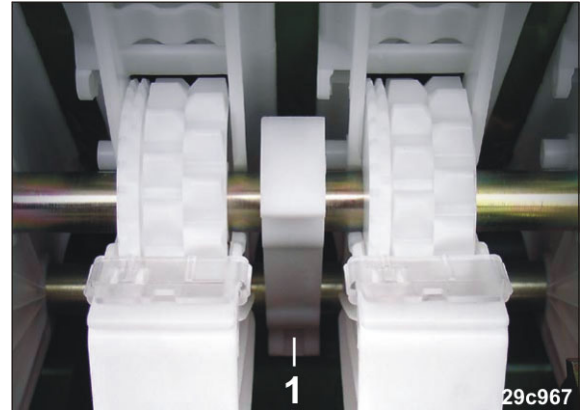

Рис. 250
3. Відкрийте притисні опори висівального вала (Рис. 250/1).